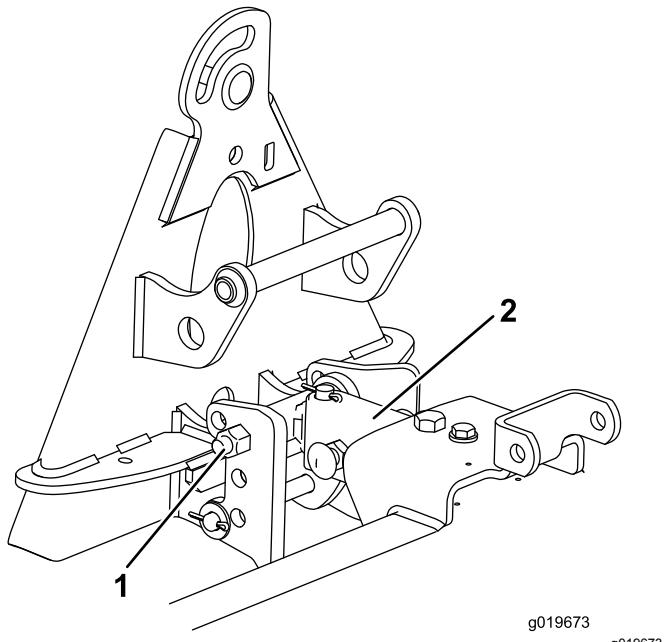

Bild 11
1. Befestigen Sie die Anbauvorrichtung in den oberen Löchern der Anschlaghalterung (**Bild 11**).
2. Fluchten Sie die längere Seite des Anhängerkupplungsrohr nach oben aus und montieren sie an der Unterseite des Hängeprofils (**Bild 11**).